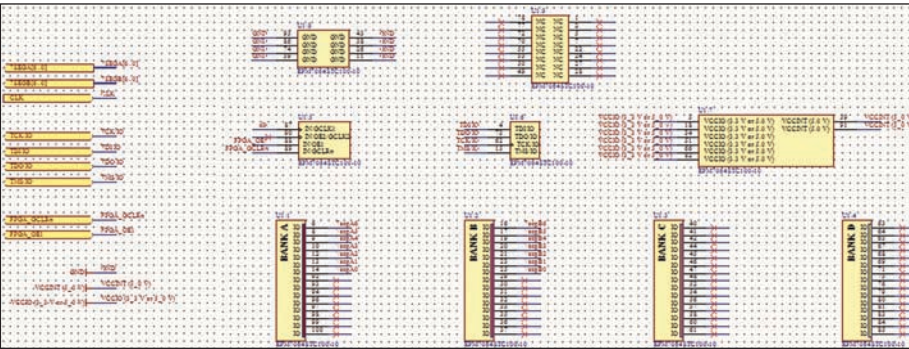

Рис. 7
- 3) *схемный символ запрограммированной ПЛИС* (рис. 7), автоматически генерируемый при объединении FPGA- и PCV-проектов Мастером FPGA to PCB Projects Wizard;